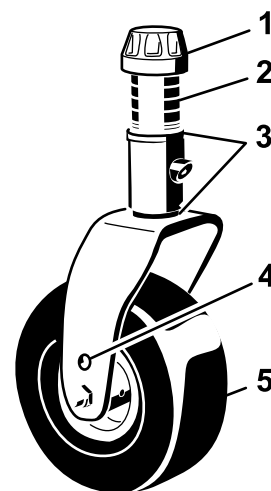

Figura 141
1. Retire el casquillo tensor del eje de la rueda giratoria y deslice el eje fuera del brazo de la rueda giratoria (Figura 141).
Retire el casquillo tensor y la horquilla (Figura 141).